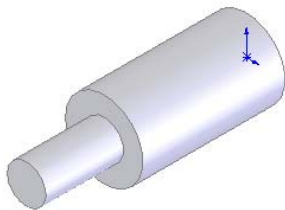

图 3-146 拉伸的图形
**10** 设置视图方向。单击“标准视图”工具栏中的“等轴测”图标按钮, 将视图以等轴测方向显示，结果如图3-146所示。
**11** 绘制另一端轴。重复步骤**07**~**10**，绘制另一端轴，轴的大小与图3-146中的端轴相同，结果如图3-147所示。